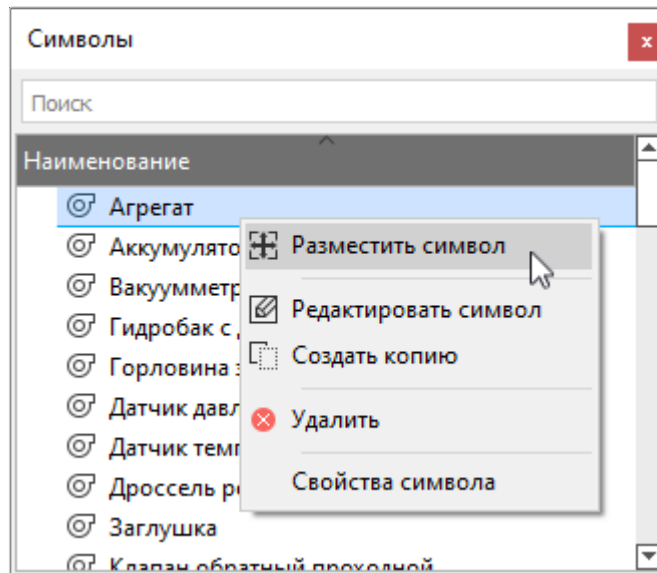

Рисунок 55. Плавающее окно «Символы»
- 7) Окно «Символы» отображает перечень символов, доступных в проекте (см. рисунок 55).